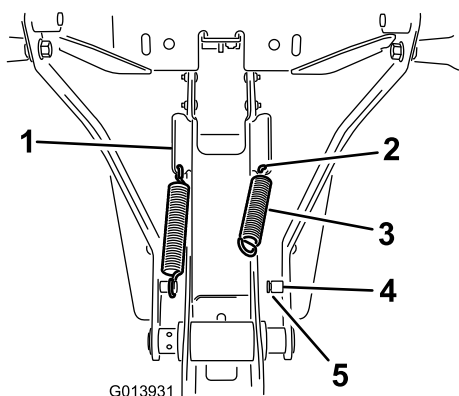

Рисунок 13
1. Установите пружину в отверстие в нижнем конце углового выступа в боковой части рамы в сборе (Рисунок 13).
2. Закрепите один конец пружины в отверстии. С помощью соответствующего инструмента растяните пружину так, чтобы другой ее конец достиг выступающей стойки на рычаге люльки (Рисунок 13).
3. Убедитесь в том, что конец пружины правильно установлен в канавку в стойке (Рисунок 13).